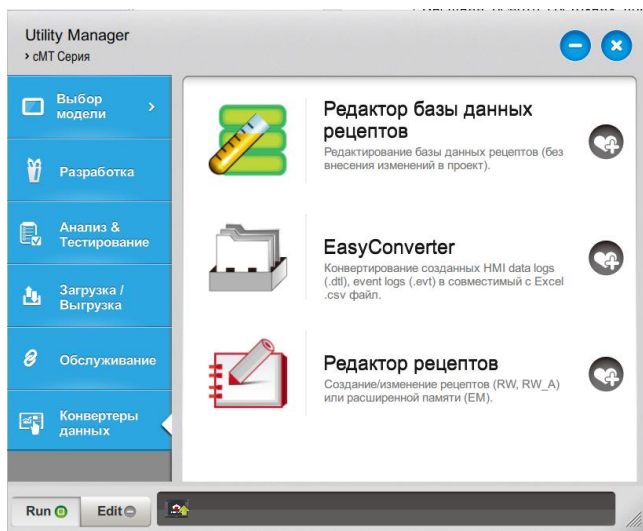

Рисунок 4.10 – ПО Utility Manager
2. Открыть Utility Manager (рисунок 4.10).